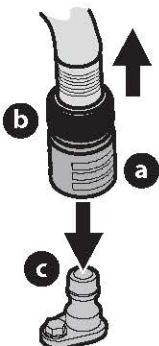

Figure 29
3. Tirez sur le collier d'arrêt (a) de l'adaptateur (b) pour retirer l'adaptateur (b) de l'embout du système de nettoyage du plateau de coupe (c). Relâchez le collier d'arrêt pour fixer l'adaptateur sur l'embout du système de nettoyage (Figure 29).